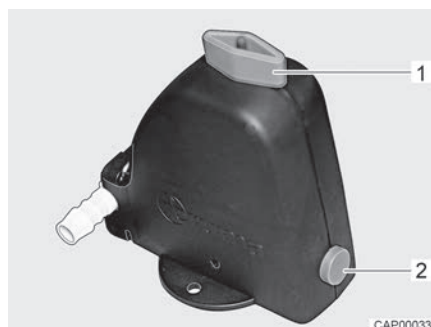
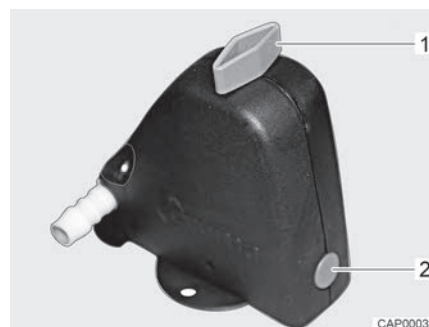

Fig. 139 Válvula de seguridad/purga abierta
Fig. 140 Válvula de seguridad/purga cerrada
- Cerrar la válvula de seguridad/purga. Para ello, girar el botón giratorio (Fig. 139,1) a la posición transversal en referencia a la válvula de seguridad/purga y hundir el botón (Fig. 139,2). La válvula de seguridad/purga cerrada se muestra en Fig. 140. A temperaturas inferiores a 6 °C, la válvula de seguridad/purga no se deja cerrar.